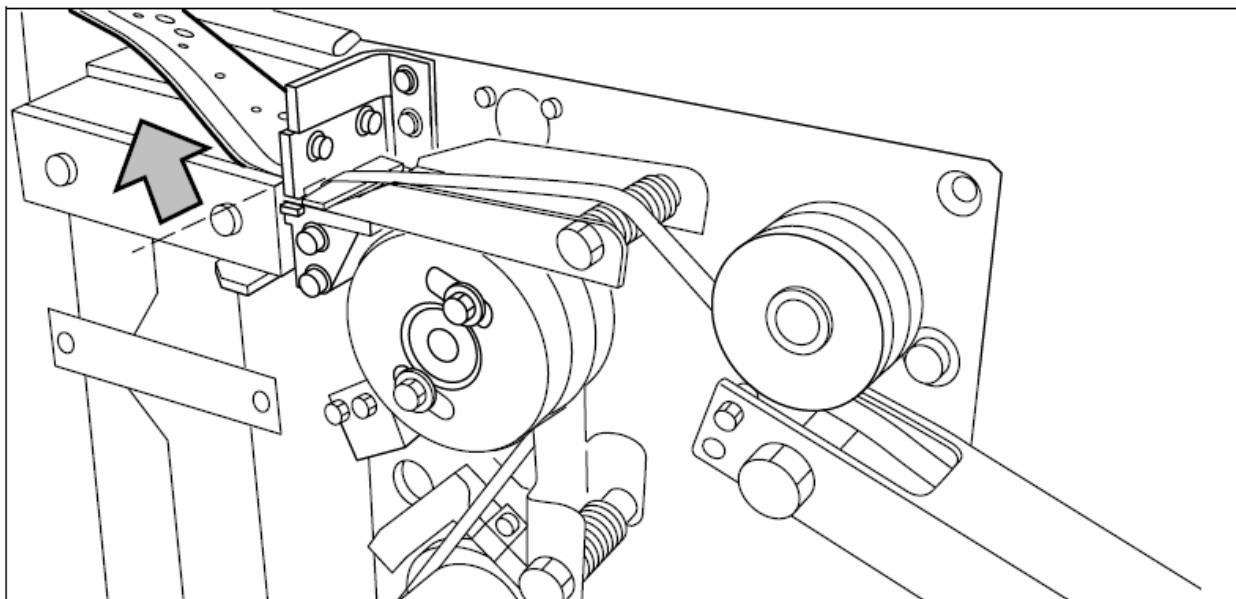

Рисунок 120. Обрезка самоклеящейся ленты с помощью верхнего ножа
5. Придерживая верхнюю направляющую, обрежьте самоклеющуюся ленту с помощью верхнего ножа устройства, для чего быстро дерните за край ленты так, чтобы лента была отрезана верхним ножом (см. рисунок 120).